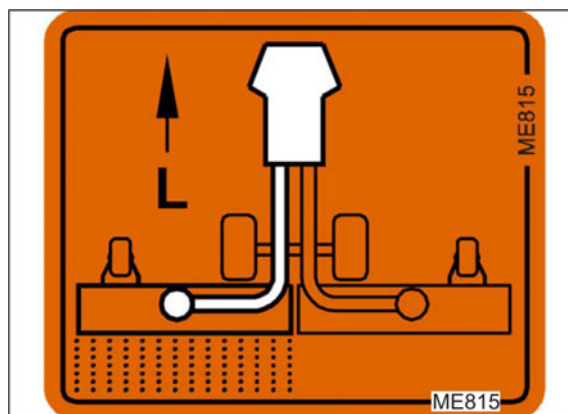

Fig. 215
3. Mutați și blocați pârghia către dreapta (Fig. 215/1):